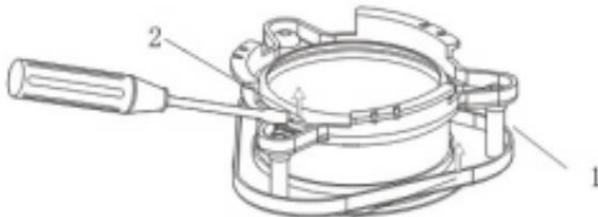

Рисунок 3.1
- a. Достаньте детали для установки фланца (см. рис. 3.1) из коробки с комплектующими и ослабьте три крепежных винта (1) до тех пор, пока вы не сможете дотронуться до стопорного кольца и определить его зазор